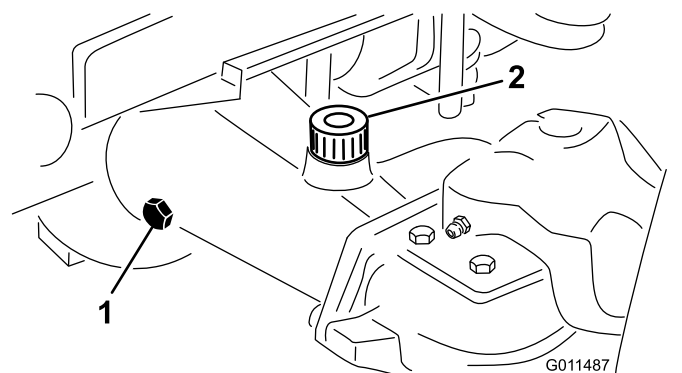

Рисунок 16
2. Снимите контрольную пробку с одного конца моста (Рисунок 16) и убедитесь, что смазка доходит до низа отверстия. Если уровень низкий, снимите заливную пробку (Рисунок 16) и добавьте смазку, чтобы довести ее уровень до низа отверстия контрольных пробок.